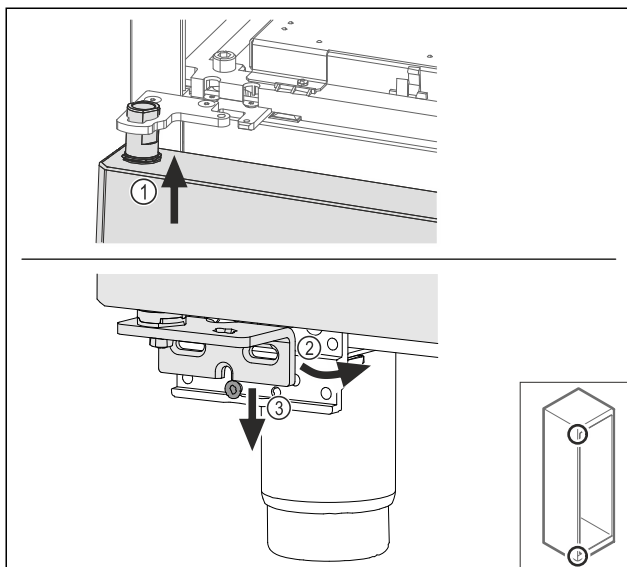

Fig. 68
- Inserire la porta leggermente inclinata in alto Fig. 68 (1),
addrizzare la porta Fig. 68 (2) e posizionarla in basso sulla
vite del blocco di supporto Fig. 68 (3).